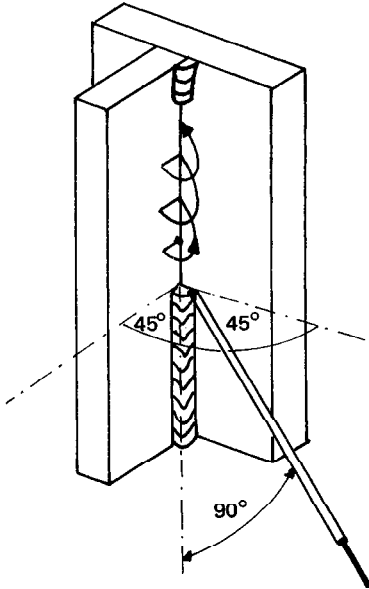

Figura 2.101
1. Mantenga el arco corto fundiendo ambos lados con el movimiento indicado en la figura 2.101.